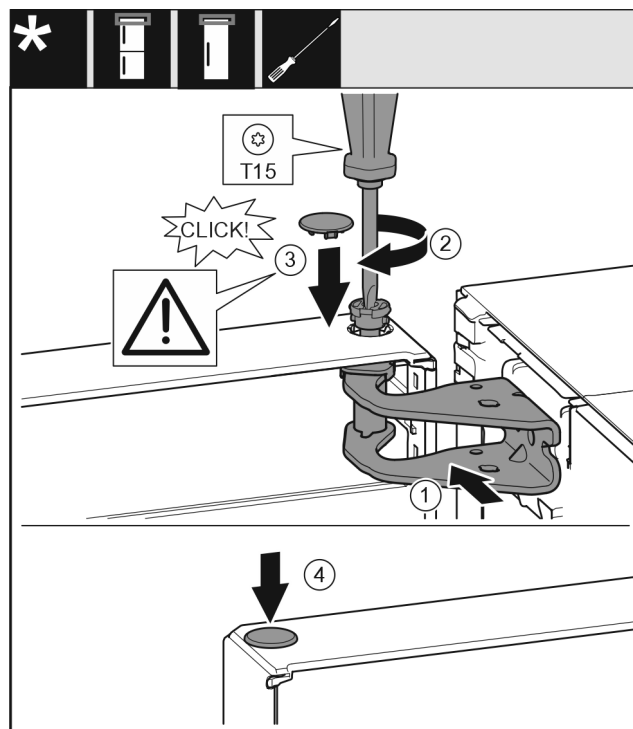

Fig. 21
- ▶ Ευθυγραμμίστε την πόρτα επάνω με το άνοιγμα στο στήριγμα. Fig. 21 (1)
- ▶ Τοποθετήστε τον πείρο και σφίξτε με κατσαβίδι T15. Fig. 21 (2)
- ▶ Τοποθετήστε το κάλυμμα ασφάλισης για την ασφάλιση της πόρτας: Τοποθετήστε το κάλυμμα ασφάλισης και ελέγξτε εάν εφαρμόζει στην πόρτα. Διαφορετικά, τοποθετήστε ολόκληρο τον πείρο. *Fig. 21 (3)*
- ▶ Τοποθετήστε την τάπα. *Fig. 21 (4)*